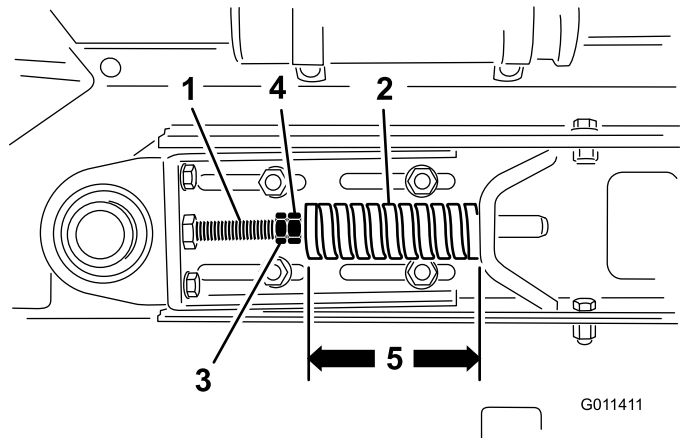

Figura 26
1. Afloje las contratuercas y ajuste las tuercas de la varilla tensora (Figura 26), si es necesario, para obtener la tensión correcta.